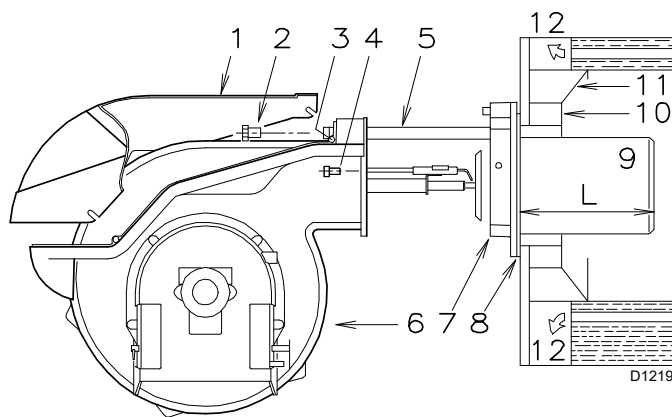

Fig. 11
Odată ce această operațiune a fost efectuată, fixați flanșa 7)(Fig. 11 la pag. 15) pe placa centralei prin interpunerea
- deschideți arzătorul de pe ghidaje ca în (Fig. 11 la pag. 15);